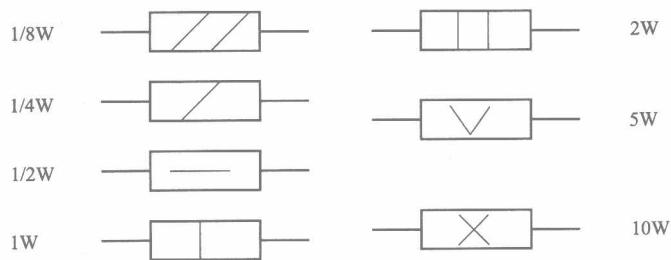

图 1-6 不同功率电阻器的图形符号
(2) 额定功率 电阻器的额定功率是指在一定条件下（如特定环境温度范围内），电阻器长期工作时所能承受的最大功率。电阻器的额定功率也有标称值，一般有 $1/8\text{W}$ 、 $1/4\text{W}$ 、 $1/2\text{W}$ 、 1W 、 2W 、 3W 、 4W 、 5W 和 10W 等，其中 $1/8\text{W}$ 和 $1/4\text{W}$ 的电阻器较为常用。大功率电阻器因体积较大，其额定功率一般都直接标注在电阻器上，而小功率电阻器的额定功率往往不标注。在电路图中，有的用如图 1-6 所示的电路图形符号来表示。